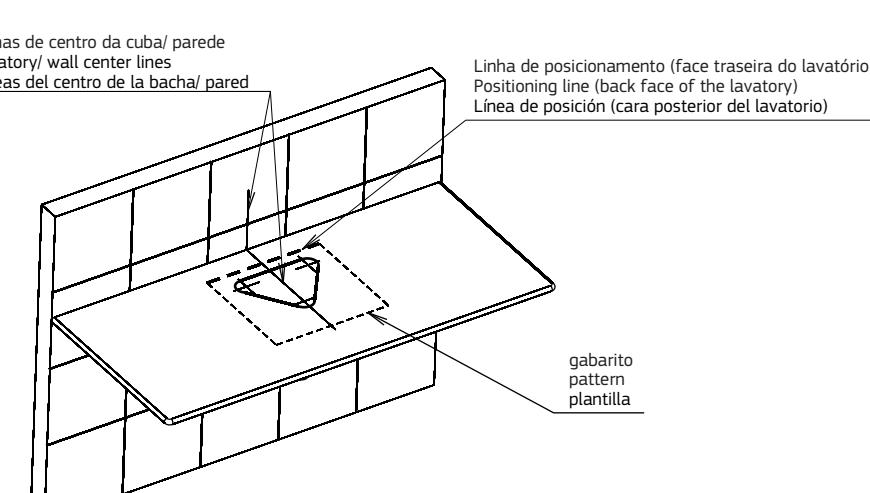

Fig. 2
- 2** Recortar o gabarito e posiciona-lo sobre o tampo e fazer coincidir sua linha de centro com a linha traçada na parede fig. 2, considerando a torneira e o sifão que serão utilizados, cortar o tampo conforme o gabarito.
Cut out the pattern and place it over the countertop and align its center line with the line drawn on the wall according fig.2, considering the tap and siphon that will be used.
Recortar el esquema y sobreponerlo en la tapa, haciendo coincidir la linea del centro con la linea trazada en la pared, de acuerdo con la fig.2, considerando la canilla y el sifón que será usado, cortar la tapa según el esquema.